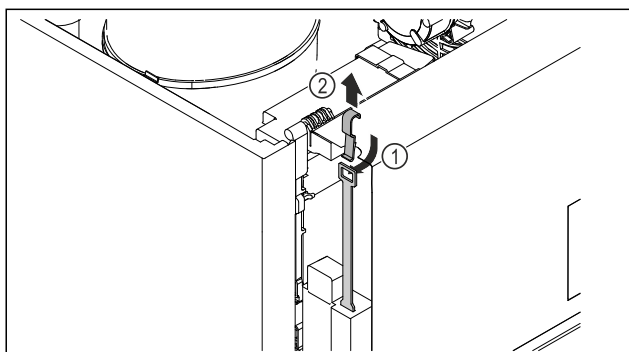

Fig. 211
- Notentriegelungsschlüssel Fig. 211 (1) von oben einschieben, am Schloss einhaken und nach oben Fig. 211 (2) ziehen.